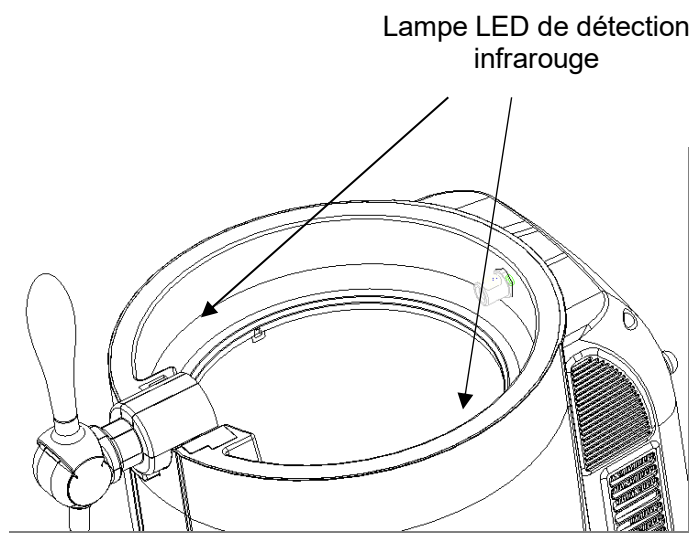

Figura 3
4. Verificar se o LED de deteção de infravermelhos (conforme ilustrado na Figura 3), situado na parte superior esquerda e direita do interior do tabuleiro de refrigeração do refrigerador, está sujo ou danificado. Se o barril de cerveja não for colocado ou retirado do tabuleiro de arrefecimento, o refrigerador não funcionará normalmente e o painel de visualização apresentará o código OP.